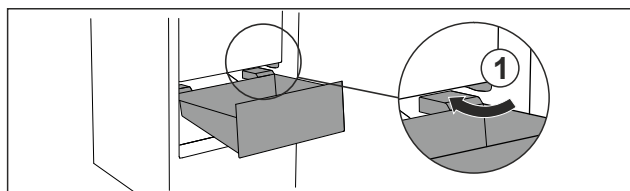

Fig. 73
- ▶ Guider le tiroir en biais en contournant les butées Fig. 73 (1).